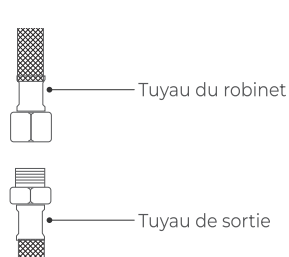

Figure 5
1. Si le tuyau du robinet est de 3/8 de pouce, il peut être connecté directement au tuyau de sortie. (**Figure 5**)